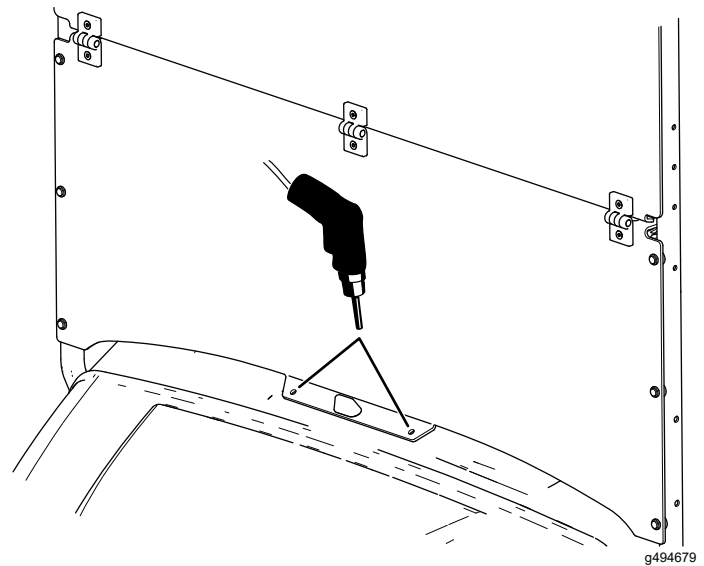

Bild 4
4. Verwenden Sie die Windschutzscheibe als Vorlage und bohren Sie 2 Löcher (8 mm) in das Armaturenbrett (**Bild 4**).